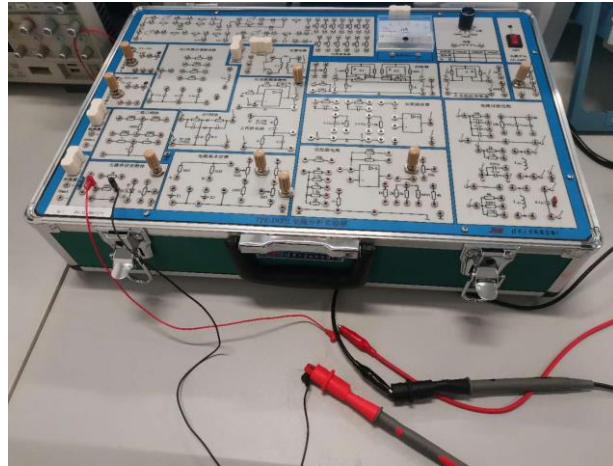

图 4-1 CH1/CH2 并联模式电路连接
- 按照图 4-1 和图 4-2 先将负载用导线接好，将数字万用表与负载串联，在一起接到直流电源表上。